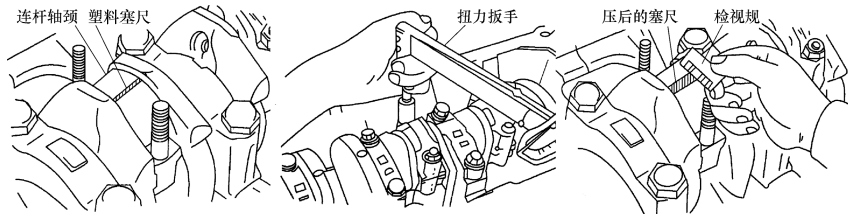

图 1-76 曲轴径向间隙测量
- 3) 装上曲轴主轴承盖, 并以 $50\text{N} \cdot \text{m}$ 的拧紧力矩拧紧。**注意测量时不可旋转曲轴,** 如图 1-76 所示。